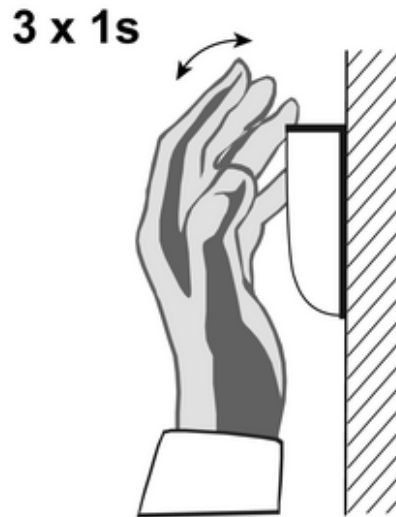

Рисунок 2
- В течение 9 секунд накройте сигнализатор движения рукой не меньше трех раз на 1 секунду (рисунок 2).